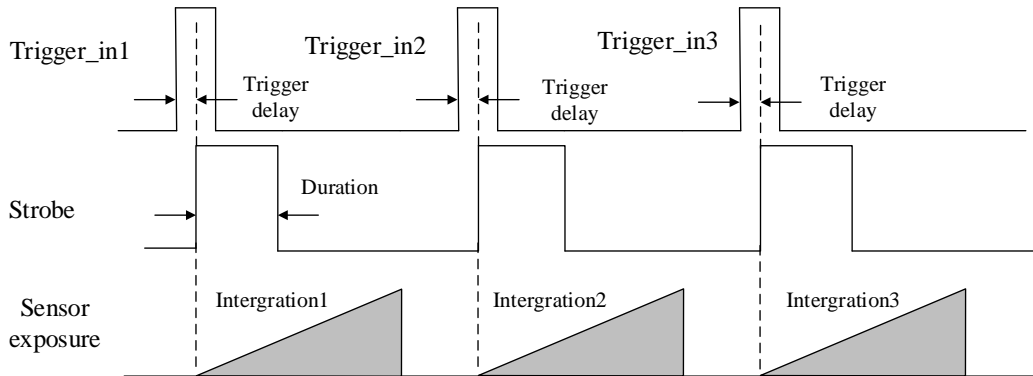

图5-7 Strobe 有效电平持续时间
- 若 *Strobe Line Duration* 参数值非 0，Strobe 高电平持续时间等于 *Strobe Line Duration* 参数值。如图 5-7 所示。